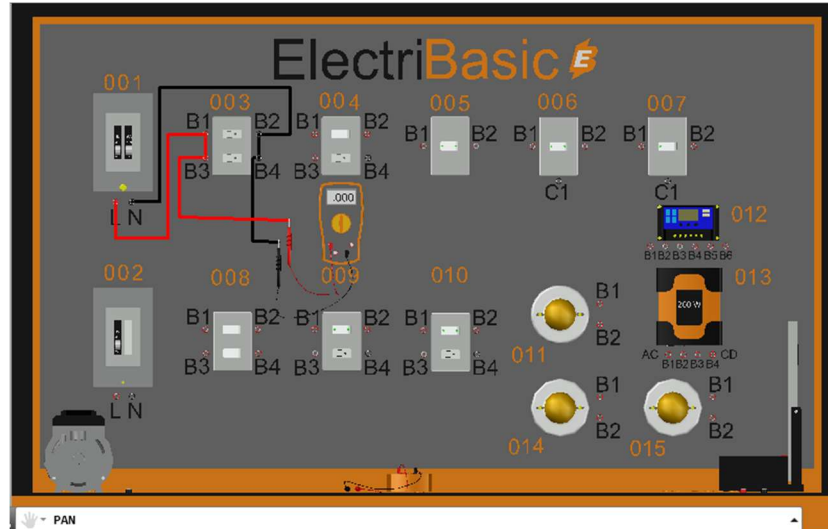

Fig.2 Medición de voltaje en contacto polarizado.
- 5.- Con el multímetro (019) realizar la medición de voltaje de corriente alterna en paralelo, el cable rojo (INPUT) a 003-B1 y el cable negro (COM) a 003-B2, y posteriormente con los bornes 003-B3 y 003-B4 respectivamente. Fig.2